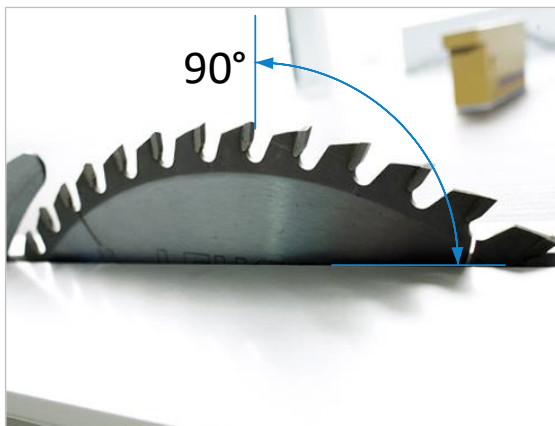

Figure 53 : préparer la position de la lame de scie
Commencez par couper l'interrupteur principal de l'armoire électrique et verrouillez-le avec un cadenas. Tourner la lame de scie immobile à la main de manière à ce qu'une dent de scie se trouve exactement au milieu de l'axe et que sa surface de coupe forme un angle de 90° avec la table de la machine (voir ⇒ Figure 53 à la page suivante).
- Tournez la lame de scie immobile à la main de manière à ce qu'une dent de scie se trouve exactement en haut au milieu de l'axe et que sa surface de coupe forme un angle de 90° avec la table de la machine (voir ⇒ Figure 53).